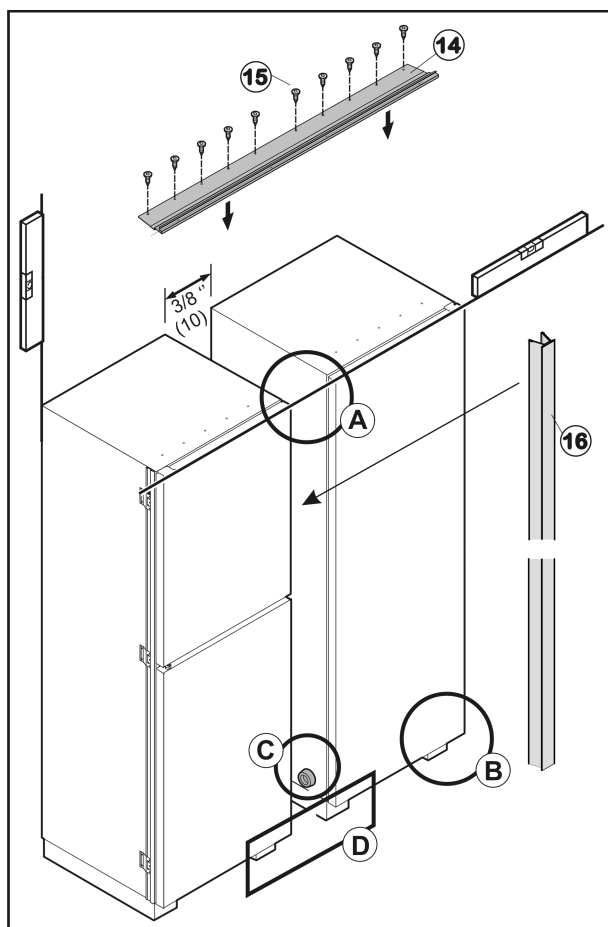
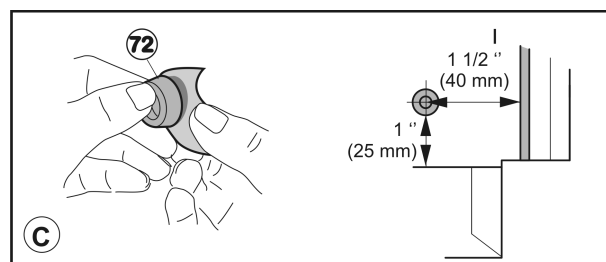
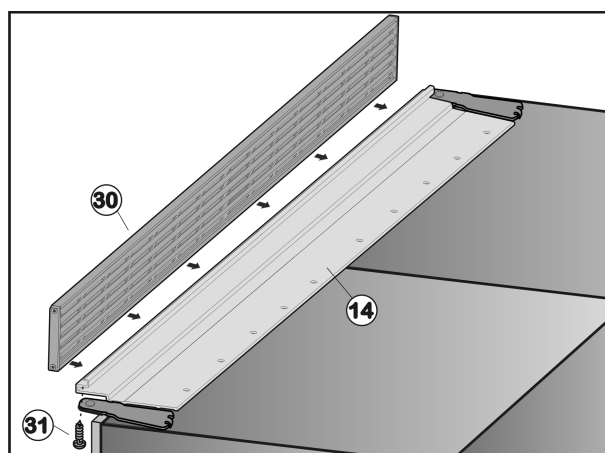
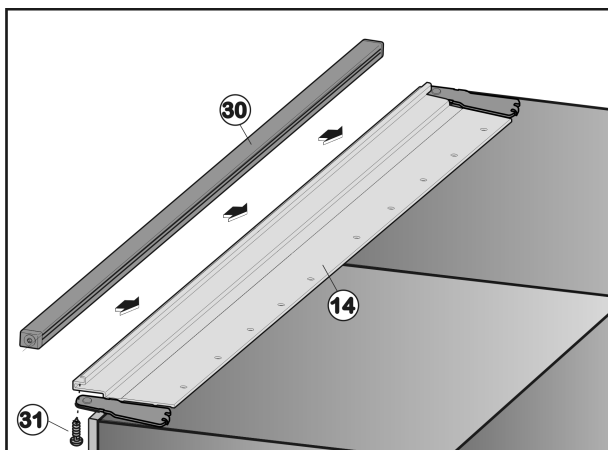

Fig. 40
Fig. 42
Fig. 47
Fig. 48
- Pegue el distanciador Fig. 42 (72) en la parte inferior junto a la pared lateral en el lado del tirador, a aprox. 1,5 pulg. (40 mm) del canto delantero del aparato hacia dentro.
- Coloque el perfil de montaje superior Fig. 40 (14) sobre el aparato y alinéelo de tal forma que los agujeros del perfil de montaje y del aparato se encuentren superpuestos.
- Atornille el perfil de montaje superior Fig. 40 (14) con los tornillos Fig. 42 (15) por los agujeros previamente perforados.
- Coloque la rejilla de aire Fig. 47 (30) sobre el perfil de montaje Fig. 40 (14) y alinéela de tal forma que los agujeros de la rejilla de aire y del perfil de montaje se encuentren superpuestos.
- Atornille la rejilla de aire Fig. 47 (30) desde abajo con los cuatro tornillos Fig. 47 (31) en el perfil de montaje.
- Coloque la regleta terminal Fig. 48 (30) sobre el perfil de montaje Fig. 40 (14) y alinéela de tal forma que los agujeros de la regleta terminal y del perfil de montaje se encuentren superpuestos.
- Atornille la regleta terminal Fig. 48 (30) desde abajo con los cuatro tornillos Fig. 48 (31) en el perfil de montaje.